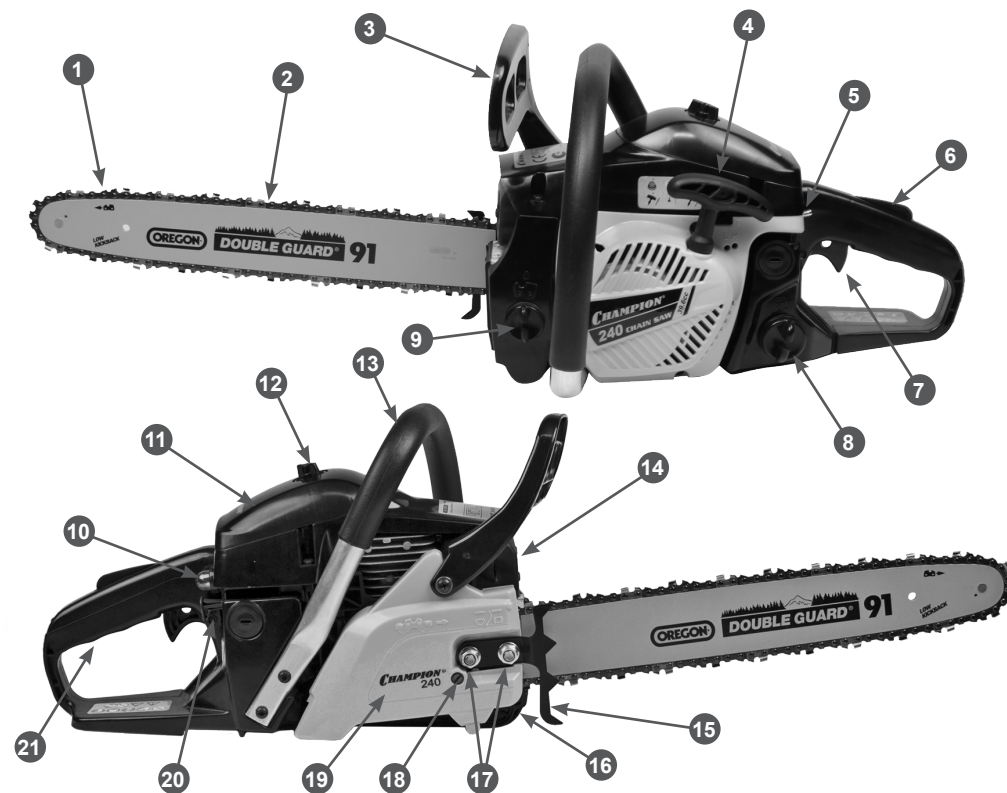

Рис. 1 Основные узлы и органы управления
Основные узлы и органы управления представлены на Рис. 1.
2. Открутите гайки крепления 17 и снимите крышку шины 19 (Рис. 1).
5. Вращая шестерню натяжителя цепи 18 (Рис. 1) против часовой стрелки, установите палец натяжителя в крайнее левое положение. Установите на место крышку шины.
Установите зубчатый упор 15 (Рис. 1) на крышку шины.